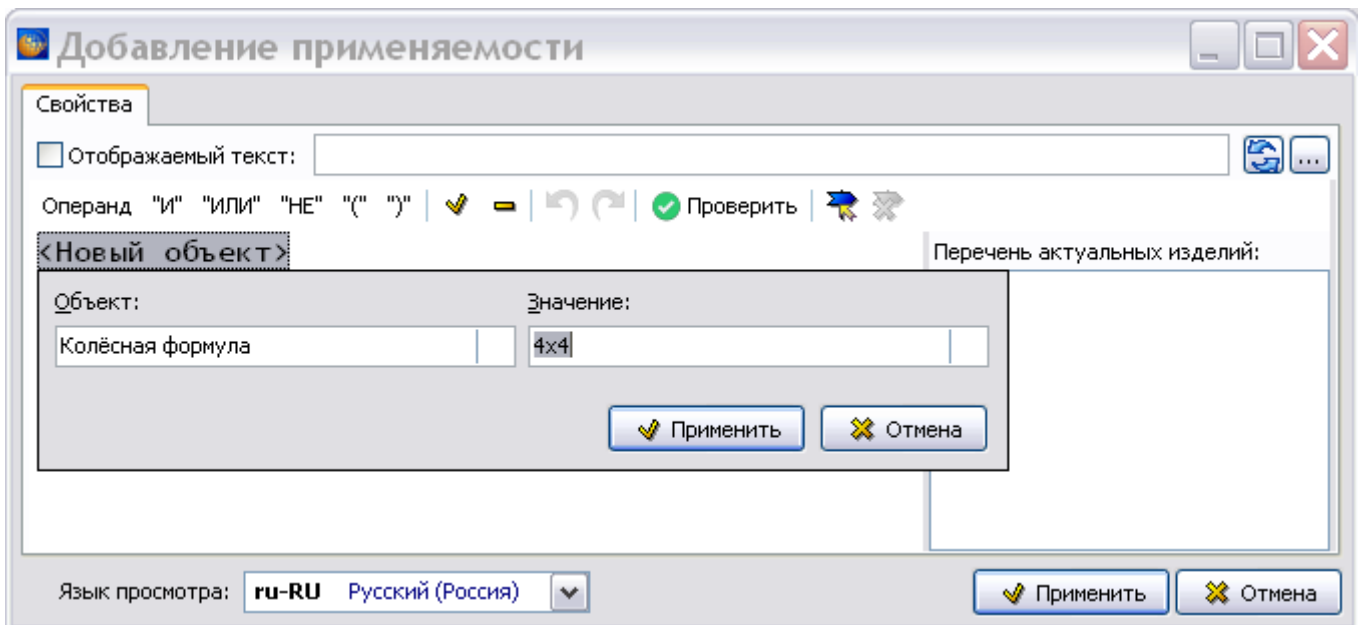

Рисунок 676
5) В выпадающем списке поля **Объект** выберите атрибут. В выпадающем списке поля **Значение** выберите значения атрибута (рисунок 676).